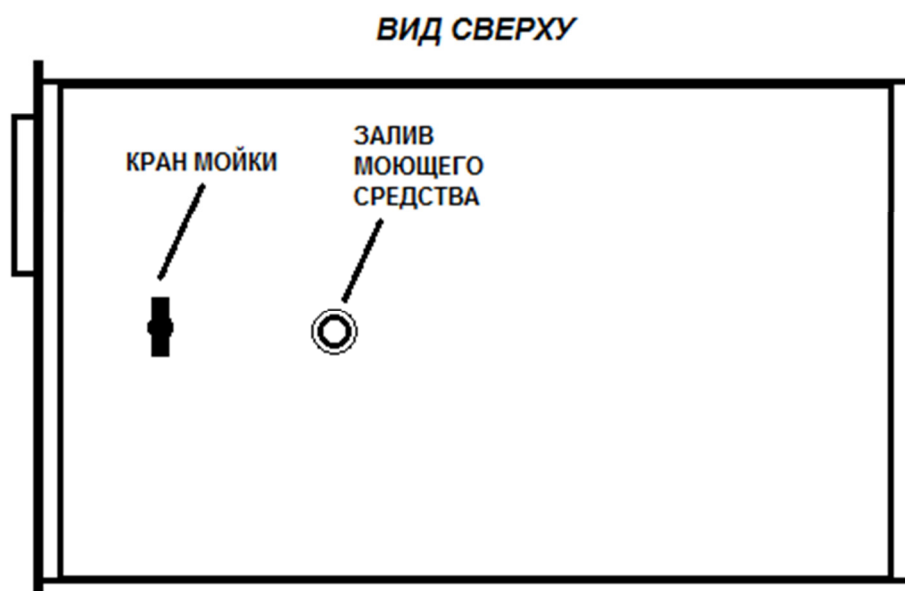

Рис. 6. Вид сверху Гидрофилтра Ятаган «Safe Fire»
1. Отвинтите крышечку на штуцере залива моющего средства (Рис. 6)
3. Откройте кран мойки (рис. 6)
4. Спустя 1 час закройте кран мойки (Рис. 6)